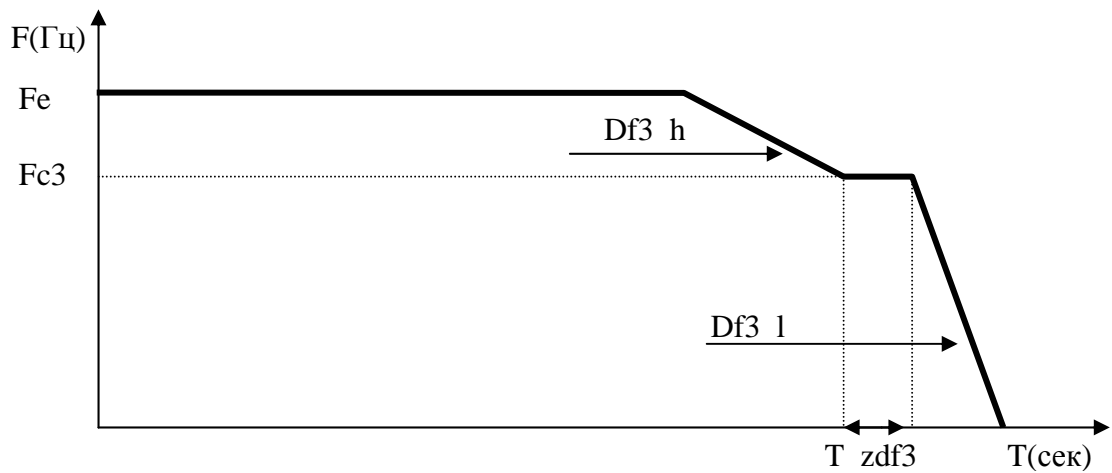

Рис. 7. Диаграмма работы БУАД-7-10 при подаче двух направлений
3.9.5.1. Если подано одновременно два направления вращения ($ОД, ЗД = 1, 1$), выходная частота *Устройства* также начинает уменьшаться (**рис. 7**).